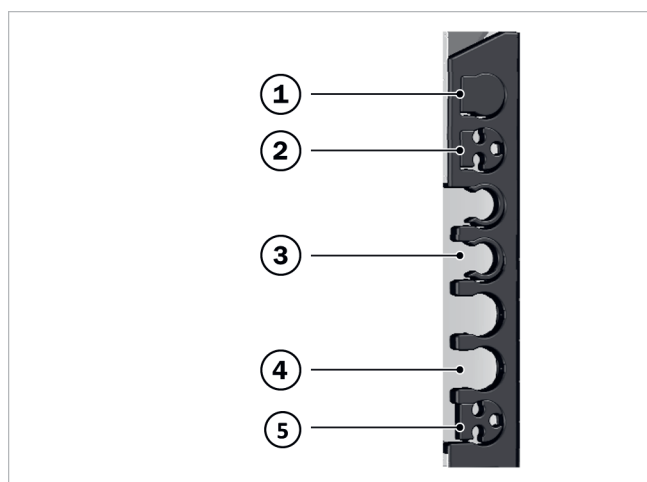

Fig. 45: inserti dei tubi passanti
4. Posizionare l'altra estremità con una riduzione da 3 (vedere → Fig. 45, 2) in modo che passi attraverso un passaggio tubo a destra o sinistra del telaio. Fare attenzione alla pendenza.
2. Montare la tubazione del gas con una riduzione da 3 (vedere → Fig. 45, 2) attraverso uno dei passaggi superiori, sul lato destro o sinistro del telaio.